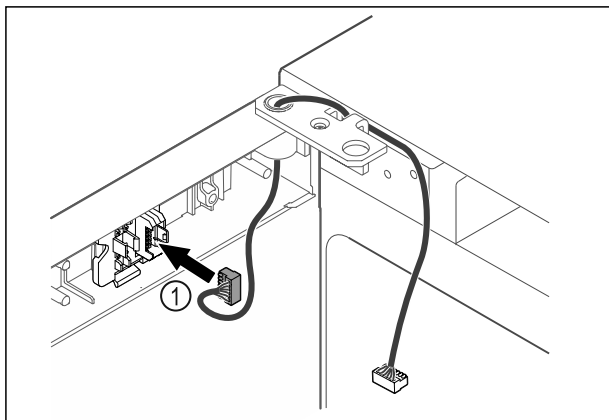

Fig. 64
- ▶ Zasuňte zástrčku Fig. 64 (1) do držiaka zástrčky.